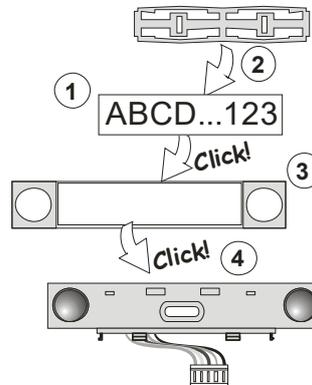

Figura 3: Inserção de uma etiqueta num segmento de controlo
- b. Ao inserir as pilhas, o botão de ativação iluminado em amarelo (3) ilumina-se permanentemente, o que indica que o módulo ainda não foi registado no sistema.
- d. Pressionar o botão de ativação iluminado (3) – o módulo é então inscrito e o indicador LED amarelo apaga-se (tal pode demorar alguns segundos). É possível também enviar um sinal de registo ao inserir as pilhas.
9. Ao terminar a instalação, inserir as etiquetas descritivas na parte traseira da tampa transparente do segmento e fechar – ver figura 3. A impressão de etiquetas é efetuada através do software F-Link **Dispositivos**, na posição do módulo – **Configurações internas**.